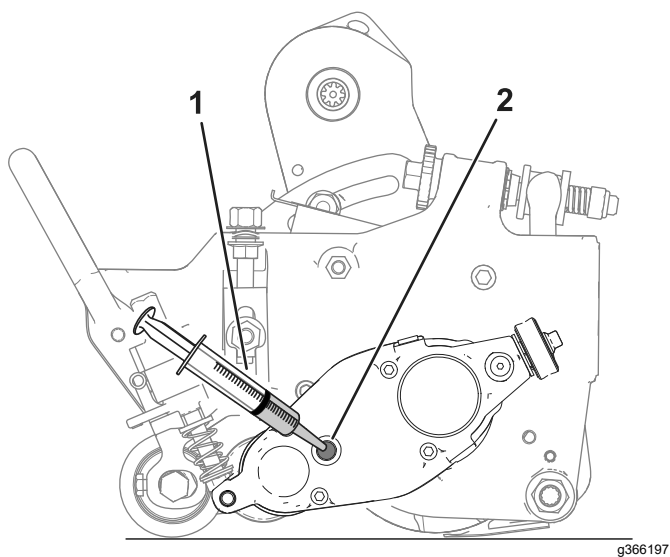

Figura 24
volta che l'olio è completamente spurgato, posizionate l'apparato di taglio su una superficie piana come illustrato nella Figura 24.
8. Utilizzate una siringa (n. cat. 137-0872) per riempire la scatola di trasmissione con 50 cm³ di olio 80-90W (Figura 24).